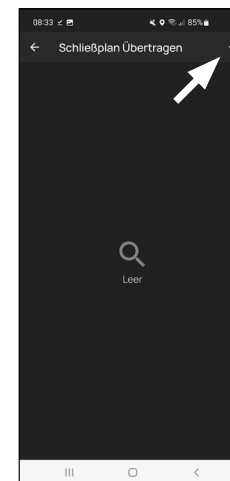
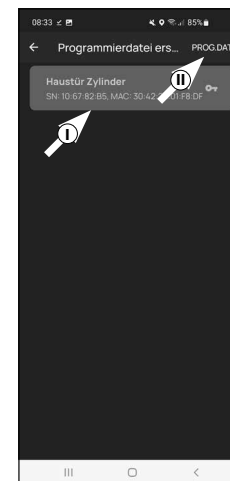

Fig. 1
Fig. 2
- ② Appuyez sur « + » en haut à droite (Fig. 1).
- ③ Sélectionnez le cylindre pour lequel vous voulez transmettre des informations (I) (Fig. 2), puis sur « Fichier prog. » en haut à droite (II) (Fig. 1).